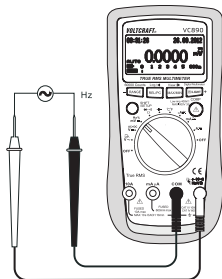

图 4
2. 将红色测试引线插入 CHZ/Ω 测量插口 (7), 将黑色测试引线插入 COM 测量插口 (8) (图 4)。